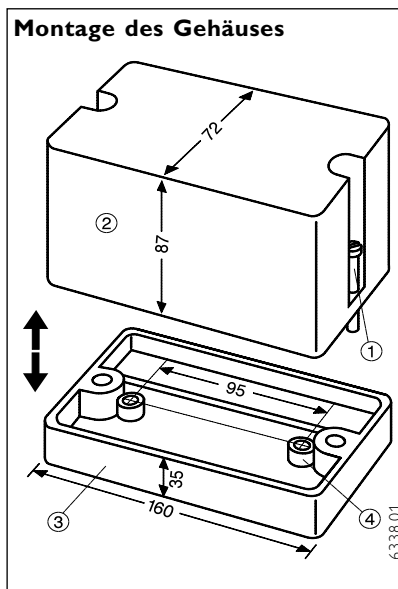

Abb. 2
2.1 Wand- und Schaltkastenmontage (Abb. 2)